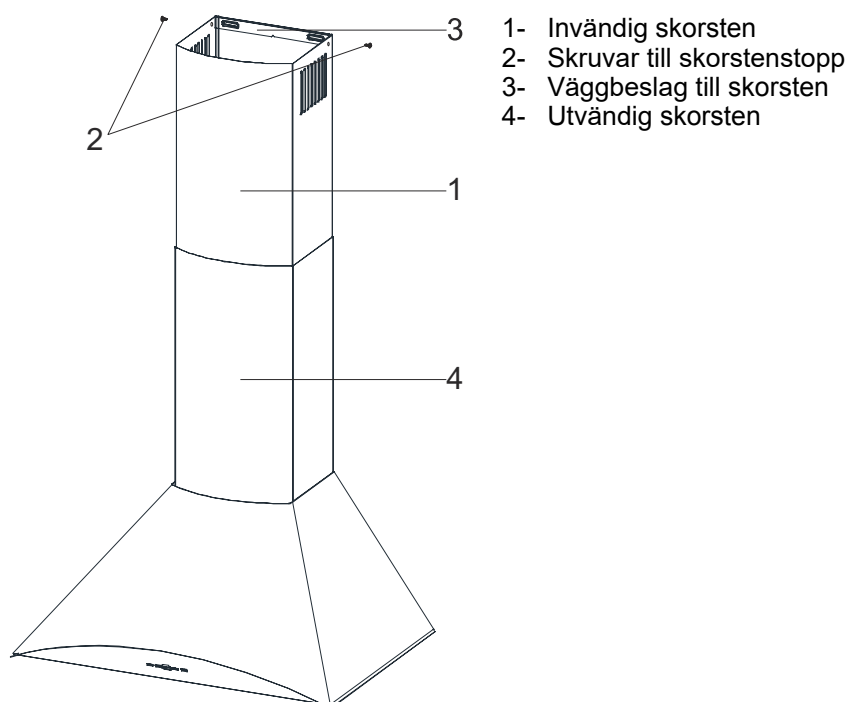

Fig. 9
1. ➤ Den inre skorstenen ska föras in i den yttre (Fig. 9).
4. ➤ Lyft nu upp den inre skorstenen (1) och fäst den med skruvarna (2) i väggbeslaget till skorstenen (3) (Fig. 9).